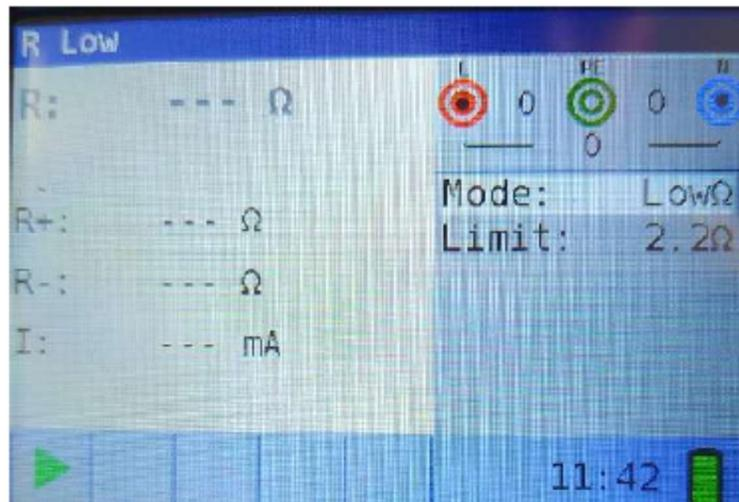

Figure 8.5: Écran de dernière mesure
**Étape 4** Appuyez sur la touche MEM pour revenir au dernier écran de mesure (figure 8.5).